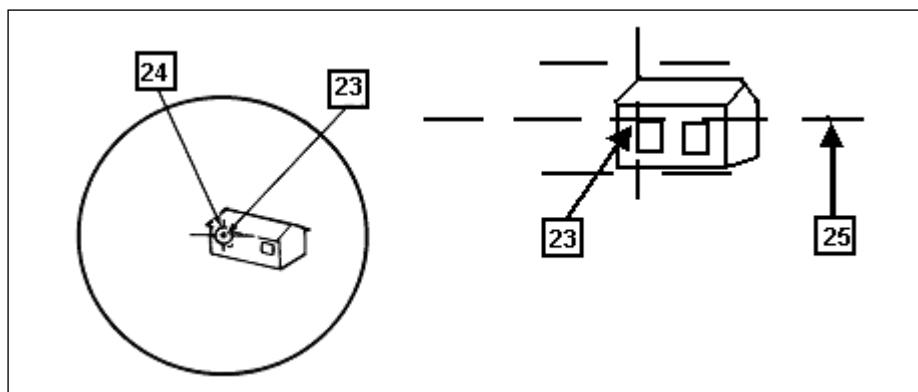

Fig 7-63. Alinhamento do periscópio M36E1
(3) Instalação do dispositivo M36E1 e luneta cotovelo. (Fig 7-63)